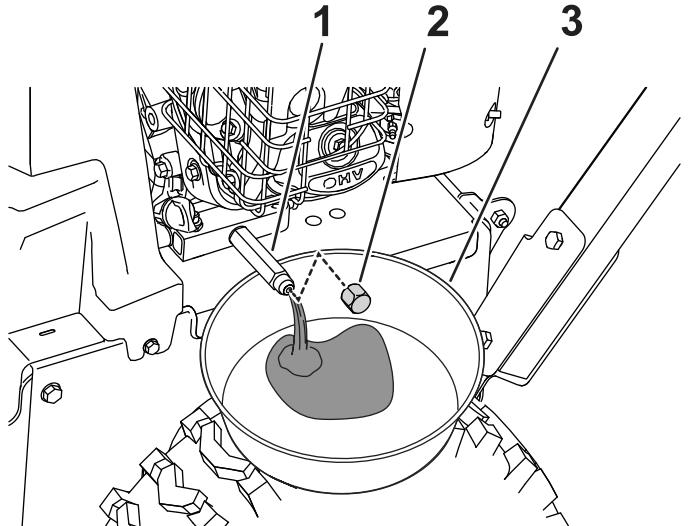

Figura 29
- Posizionate una bacinella sotto il raccordo di scarico e rimuovete il tappo di spurgo dell'olio (Figura 29).